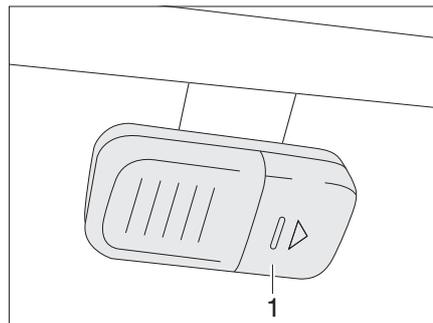

Bild 278 Kleiderschrankleuchte mit LED, Batteriefach geschlossen
- Deckel (Bild 278,1) in Pfeilrichtung aufschieben.